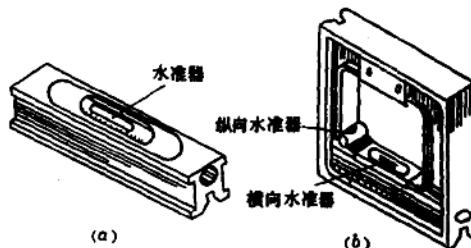

图 1-11 水平仪
1) 普通水平仪〔见图1-11(a)〕
2) 框式水平仪〔见图1-11(b)〕